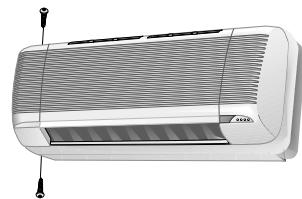

Рис. 6
- Удалите эти три винта (см. рис. 6).
- Удалите винты крепления лицевой панели. Их число и расположение зависят от модели (см. рис. 6).
- На модели WTN-35 нужно снять только левую часть. Расположение винтов показано на рис. 6.
- В зависимости от модели, установите правую, левую и нижнюю панели с помощью двух, трех или шести винтов; см. рис. 6.